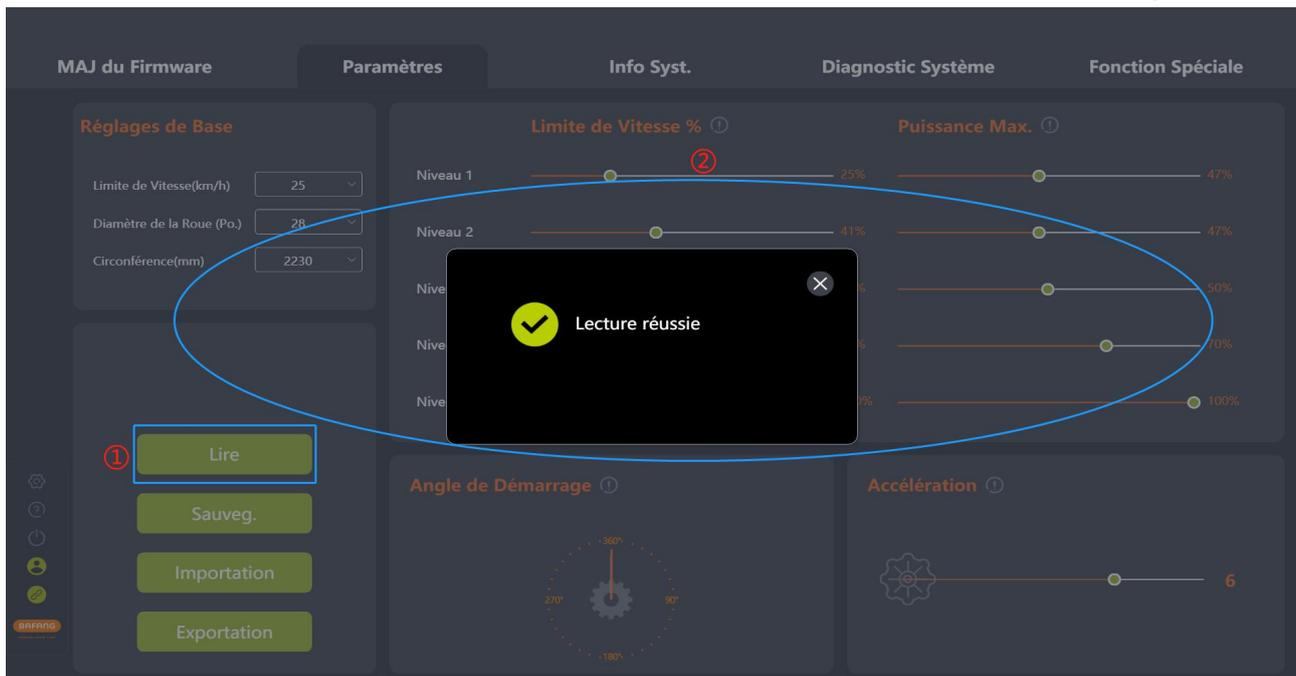

Fig. 5-4 Lecture
- (1) Vérifiez si le BESST Tool est bien connecté au contrôleur, puis cliquez sur "Lire".
- (2) Chaque paramètre dans l'interface est affiché sous forme de nombre et de curseur (Fig.5-4).